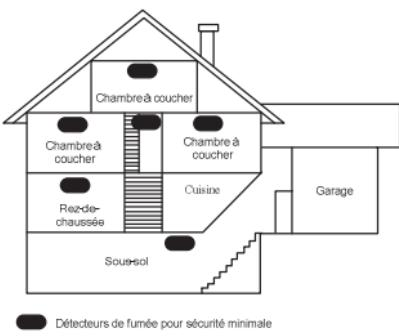

Figure 3: Emplacement des détecteurs de fumée et de chaleur pour une résidence à plusieurs étages
- ◆ Installez les détecteurs de fumée et de chaleur aussi près que possible du centre des plafonds. Si ce n'est pas possible, placer les alors au plafond, mais pas à moins de 10 cm de tout mur ou coin, comme indiqué en figure 3.